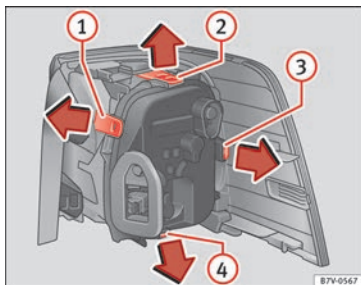

Fig. 220 Luz trasera en la carrocería: desmontar el portalámparas. ① a ④: lengüetas de bloqueo.
8.	Para desbloquear el portalámparas, presione las lengüetas de bloqueo » fig. 220 ① a ④ en el sentido de la flecha.